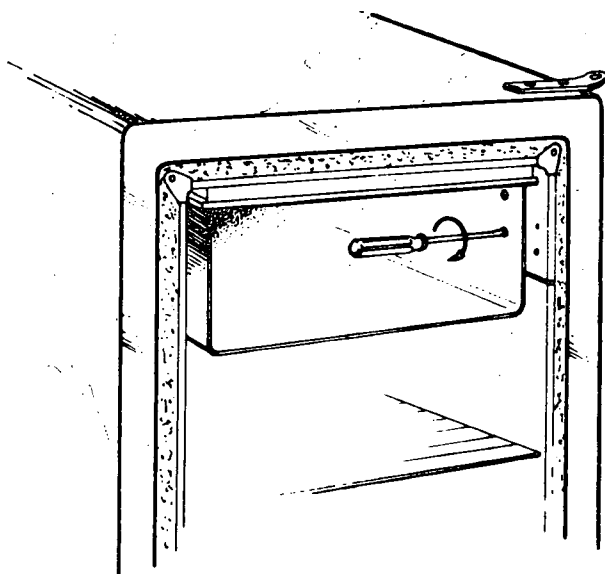

Fig. 2
- c Prenda o bulbo do termostato (fig. 2).